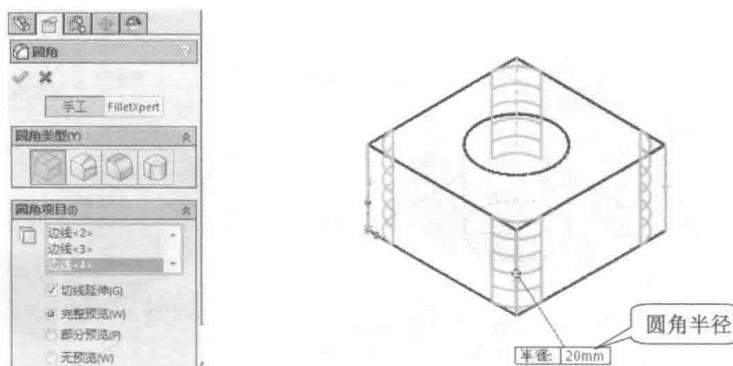

图 1-23 设置圆角半径、选择圆角边
(2) 选择长方体上竖直边线，在弹出的菜单中单击“圆角”按钮 \square (如图 1-22 所示)，将框中“半径”值改为 20(如图 1-23 所示)，依次选择其他三棱边。